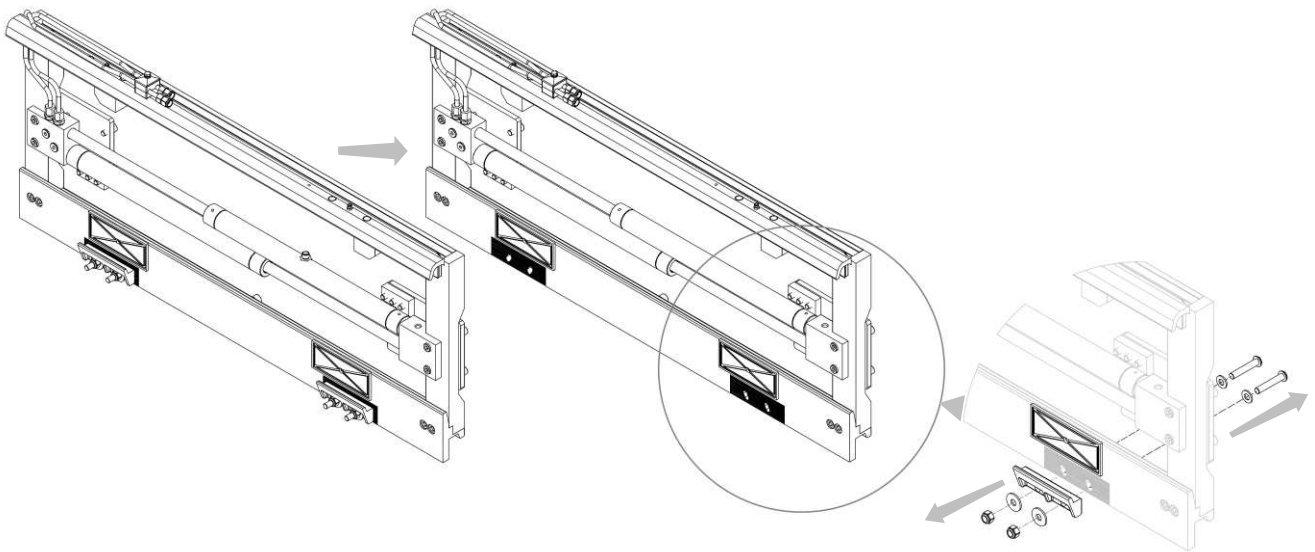

Figura 14
5. Rimuovere i ganci inferiori dall'attrezzatura e ingrassare i lardoni (vedi *Figura 14*).